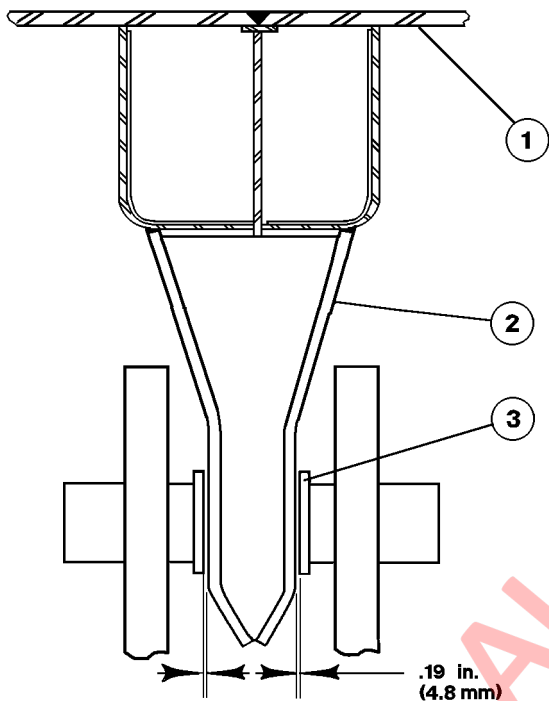

FIGURA 3-6. GUÍA DE LA TOLVA
1. Inspeccione los puntos de desgaste de la guía de la tolva cada vez que realice la inspección del atenuador de la tolva. La guía de la tolva (2, Figura 3-6) debe estar centrada entre las placas de desgaste (3) con una holgura máxima de 4,8 mm (0.19 in) en cada lado (placas de desgaste nuevas).